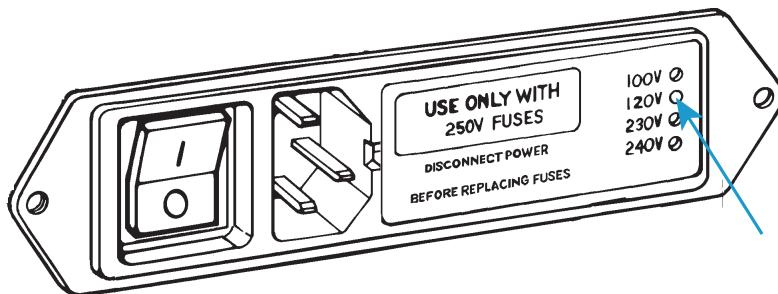

Abbildung 4. Netzeingangsbuchse mit Spannungseinstellung
2. Kontrollieren Sie die Netzeingangsbuchse und beziehen Sie sich auf Abbildung 4 auf Seite 38. Rechts von der Netzbuchse befinden sich vier Bohrungen untereinander, die jeweils für eine Netzspannung stehen. Die aktuelle Spannung ist durch
einen weißen Kunststoffstift angegeben, der in einer der Bohrungen sichtbar ist. Die in Abbildung 4 angezeigte Spannung ist 120V.
3. Entfernen Sie den Sicherungshalter (1) aus der Netzeingangsbuchse, wodurch die Spannungswählerkarte freigelegt wird (2), wie unten gezeigt.
4. Mit einer Flachzange entfernen Sie die Spannungswählerkarte (2), wie unten gezeigt. Die Spannungsanzeige ist beschriftet (3).
- Halten Sie die Spannungswählerkarte so, dass der Anzeigestift wie in (3) abgebildet nach oben zeigt. Halten Sie den Stift in dieser Position und drehen Sie die Karte, bis die erforderliche Spannung unten auf der Karte angezeigt wird.
- Setzen Sie den Sicherungshalter wieder in der Netzeingangsbuchse ein. Überprüfen Sie, dass der Anzeigestift jetzt die richtige Netzspannung anzeigt. Siehe Abbildung 4 auf Seite 38 zur Information.